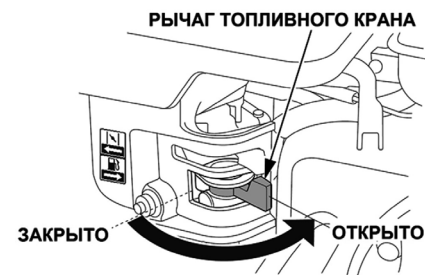

Рис. 9 Топливный кран открыт
1. Откройте топливный кран. Для этого рычаг топливного крана (Рис. 9) установите в крайнее правое положение.